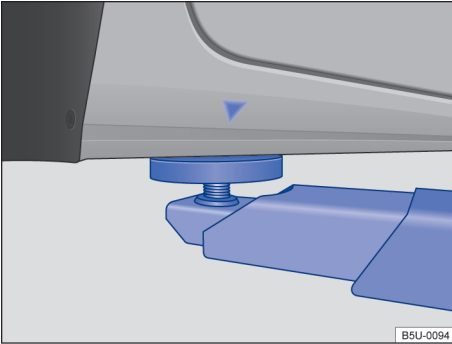
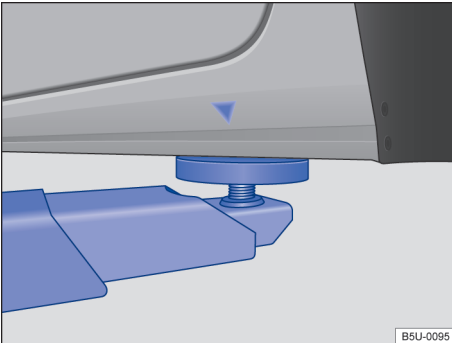

Fig. 208 Puntos de apoyo delanteros para la suspensión con plataforma elevadora o con gato.
Fig. 209 Puntos de apoyo traseros para la suspensión con plataforma elevadora o con gato.
El vehículo debe ser suspendido solamente por los puntos indicados en las figuras → fig. 208 y → fig. 209. Si el vehículo no está suspendido por los puntos indicados, pueden ocurrir daños en el vehículo → ⚠ y lesiones graves → ⚠.
- Suspender el vehículo solamente por los puntos indicados en las figuras → fig. 208 y → fig. 209. Si el vehículo no es suspendido por los puntos indicados, puede caer de la plataforma elevadora cuando, por ejemplo, se desmonta el motor o la suspensión.